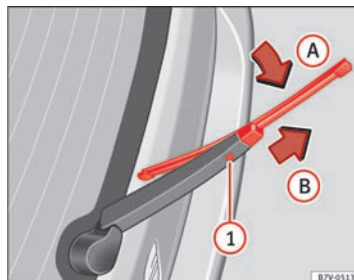

Fig. 114 Udskiftning af
- Drej viskerbladet lidt ⇒ Fig. 114 (pil A).
- Hold udløserknappen ① nede, og træk samtidig viskerbladet af i pilens retning B).
- Skub et nyt viskerblad til bagruden **med samme længde og af samme type** på viskerarmen modsat pilens retning B), indtil mekanismen ① går i hak.